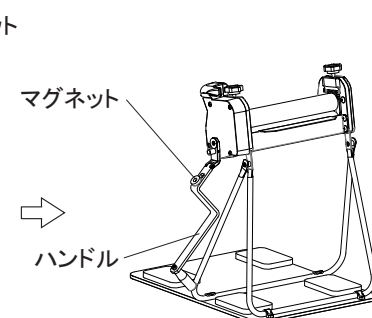

図10
1. ハンドルを強く手前に引きマグネットのロックを外し、図10の状態に戻します。使用しないときは、この状態にしておいてください。